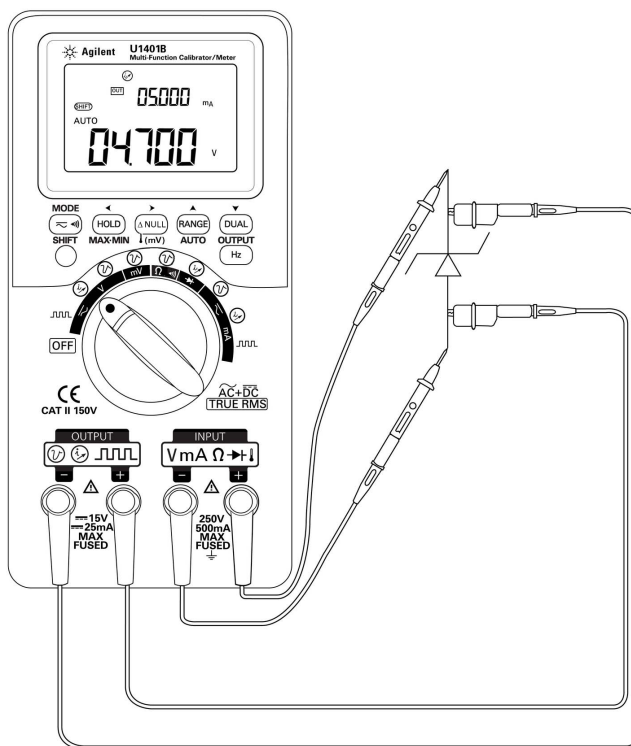

图 5-5 齐纳二极管测试
- 2 将红色弹簧夹引线从正极输出端子连接到齐纳二极管的正极（阳极）。请参见第 95 页上的图 5-5。